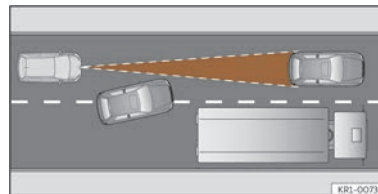

Abb. 137 Fahrspurwechsel eines anderen Fahrzeugs.
- Fahrzeuge, die in geringem Abstand auf die eigene Fahrspur wechseln >>> (Abb. 137).